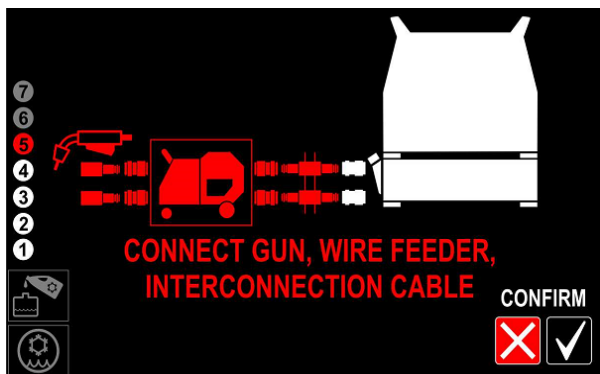

Figura 18
- Conecte las mangueras de la antorcha y el cable de interconexión cuando utilice una fuente de alimentación con un alimentador de alambre separado (Figura 18 o 26).